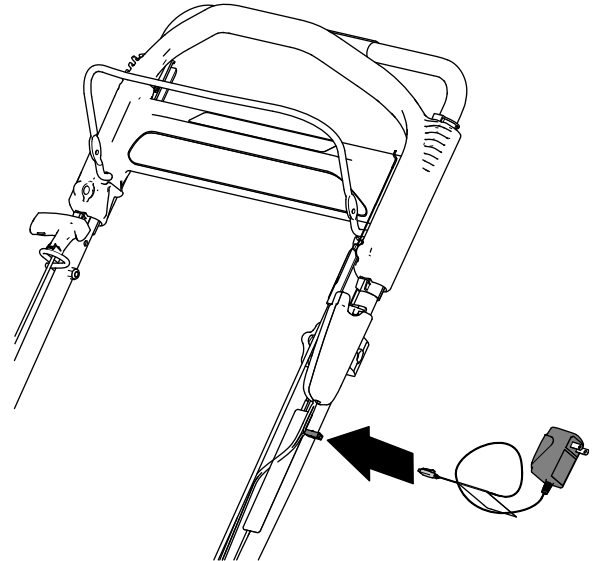

Bild 35
1. Schließen Sie das Ladegerät an den Kabelbaum an, der sich unter der Elektrostarttaste befindet (Bild 35).